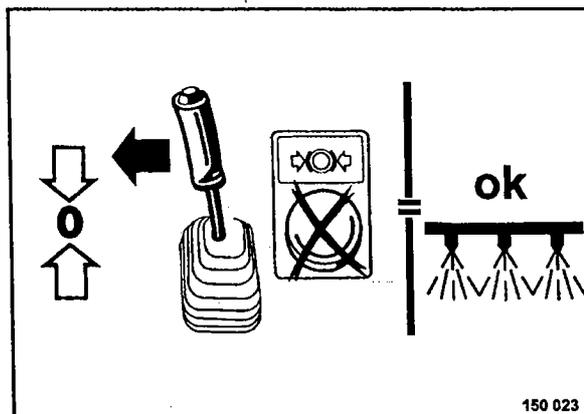

Fig. 62
- Para conectar el rociado hay que desplazar la palanca de marcha desde la posición de frenado hacia el sentido de la posición "0" (Fig. 62).